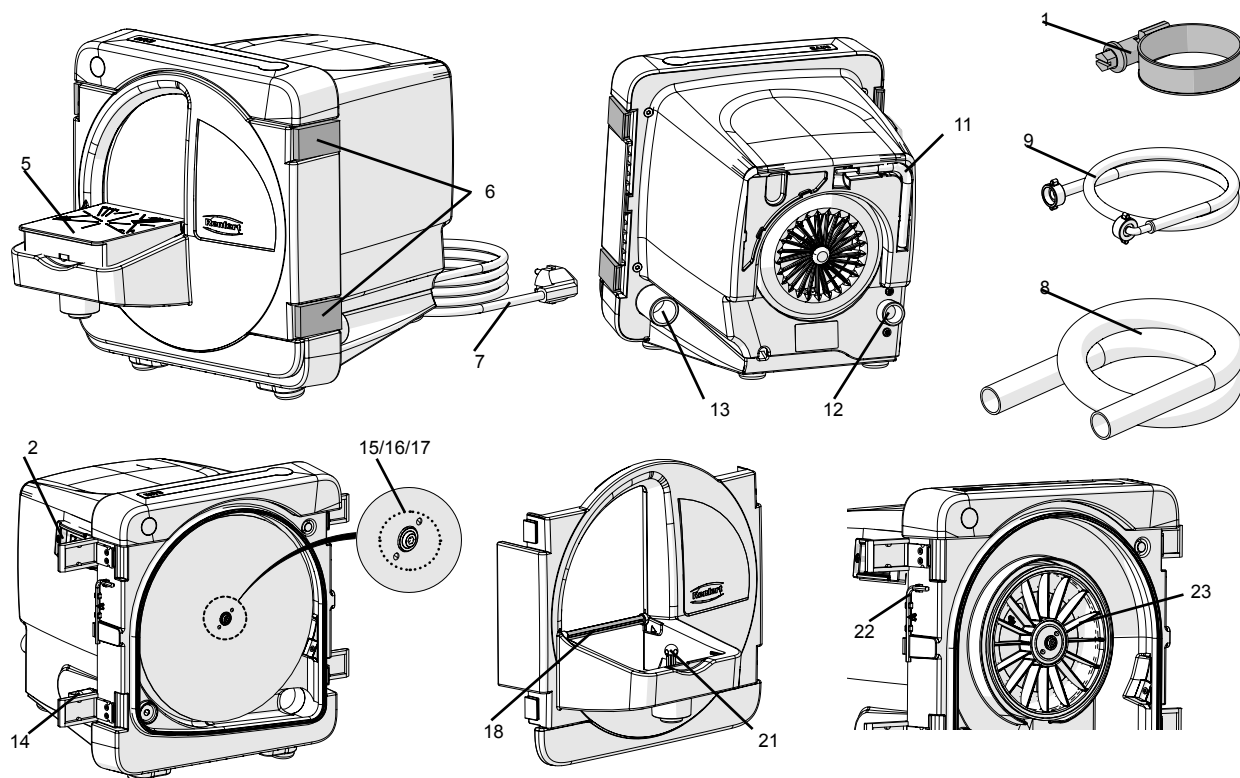

Abb. 1
- Netzstecker (7, Abb. 1, 2) einstecken.
Das Gerät wird am Ein/Aus- Schalter (2, Abb. 1) ein- und ausgeschaltet.